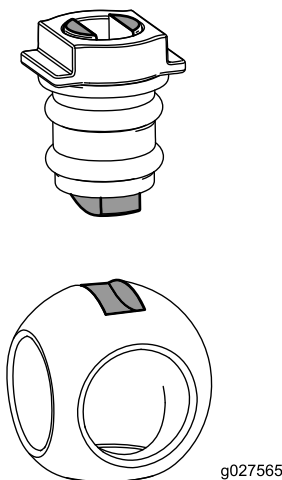

Figura 125
6. Introduceți bila în corpul supapei (Figura 125).
**Notă:** Tija supapei trebuie să se potrivească în interiorul fantei de acionare a bilei. Dacă tija supapei nu se potrivește, reglăi poziția bilei (Figura 125).